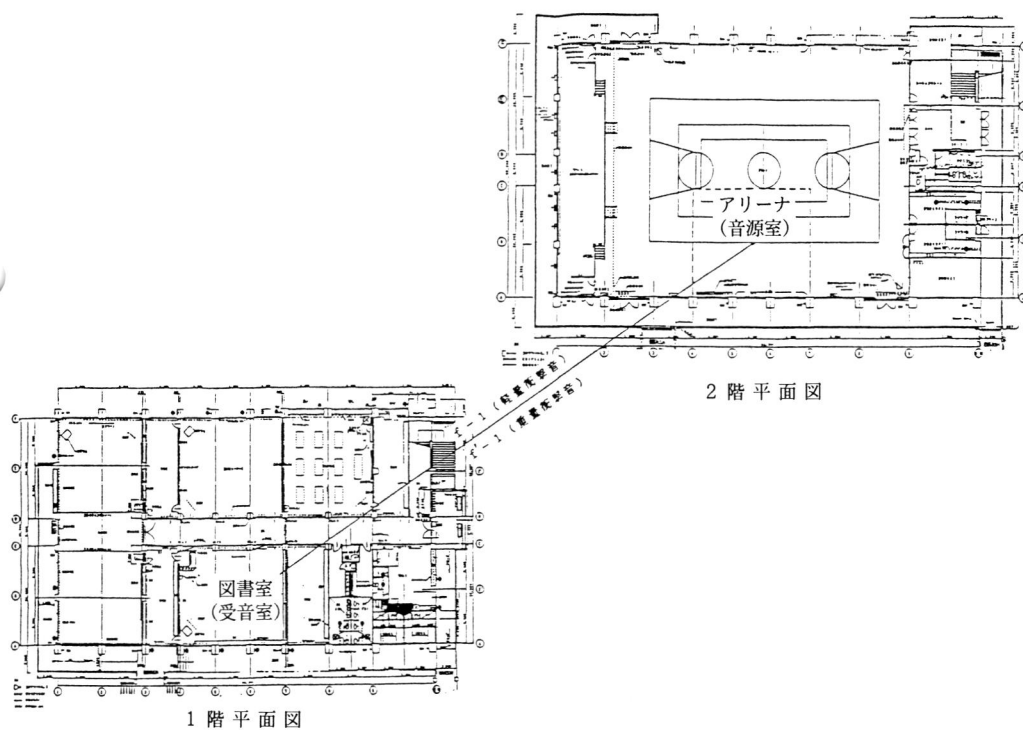

図4 測定部位
(1) 試験対象建物の平面図、矩計詳細図、断面詳細図を図1～図4に示す。